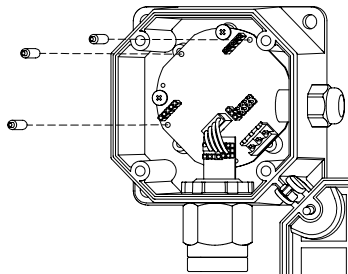

Рис. 5
3. Вставьте установочные башни (крепления) в сенсор (как показано на рис. 5).